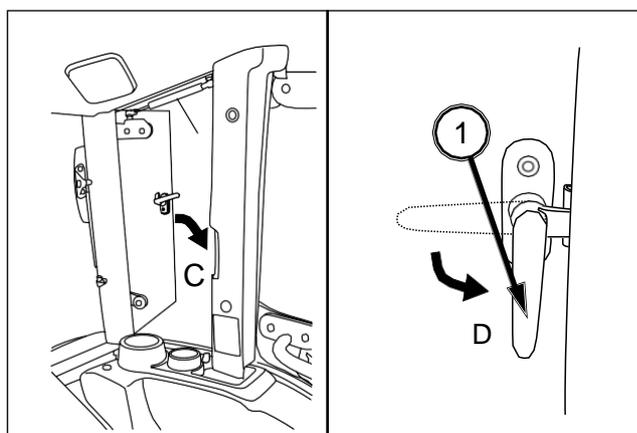

FIG. 164
FIG. 164: Para cerrar la ventana en ángulo, tire de ella hacia el interior con el pomo en posición de desbloqueo hasta que se pueda bloquear correctamente (posición C). Gire el pomo 90 grados (1) para bloquear la ventana (posición D).